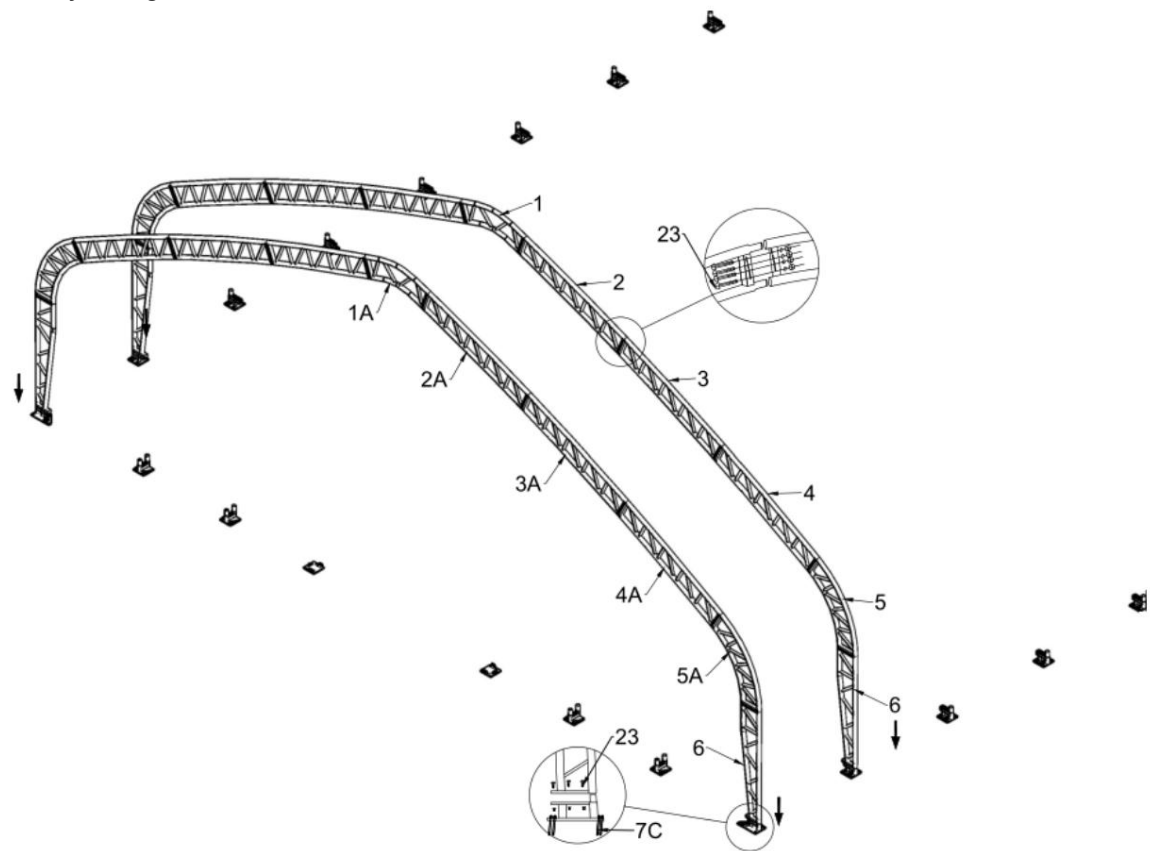

Figure 3
1. La figure 3 montre comment assembler le tube supérieur de toiture (n° 1/n° 1A), le tube de courbure supérieur (n° 2/n° 2A), le tube de courbure central (n° 3/n° 3A), le tube de courbure inférieur (n° 4/n° 4A), le tube de courbure latéral (n° 5/n° 5A) et le pied de support (n° 6) à l'aide du boulon M12x40 (n° 23), formant ainsi une arche. Insérez ensuite l'arche dans le tube de la plaque de base à l'aide du palan et assemblez chaque groupe d'arches successivement (voir figure 3). Ne pas installer les boulons sur la partie supérieure de la ferme où reposera la toile.